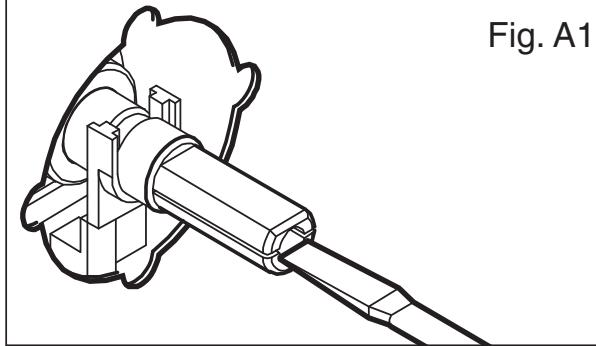

Fig. A1
2. Togliere la manopola del rubinetto del gas corrispondente, introdurre un cacciavite o nella parte finale del rubinetto o nella vite (fig. A1, A2).
2. Quitar la perilla del grifo del gas correspondiente, introducir un destornillador o en la parte final del grifo o en el tornillo (fig. A1, A2).
2. Retirer la manette du robinet correspondant, introduire un tournevis soit dans la queue du robinet ou dans la vis (fig. A1, A2).
2. Remove the knob of the corresponding gas tap and insert a screwdriver in the end part of the tap or in the screw (fig. A1, A2).
2. Den Drehgriff des entsprechenden Gashahns abnehmen und einen Schraubenzieher in das Endstück des Gashahns oder in die Schraube einstecken (fig. A1, A2).